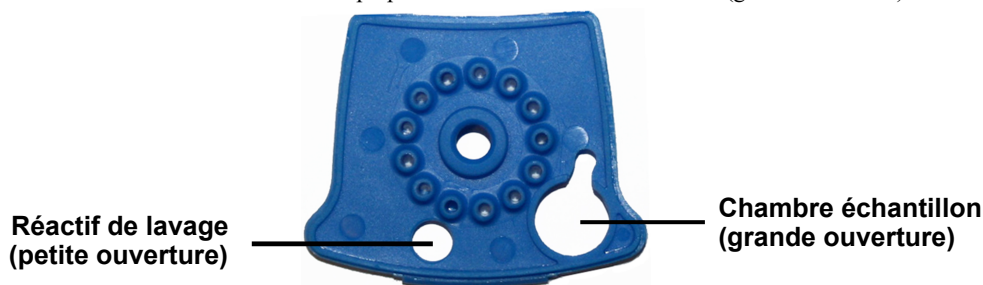

Figure 1. Xpert BCR-ABL Ultra p190 Cartouche (vue de dessus)
3. Soulever son couvercle et transférer la totalité du contenu de l'ampoule de réactif de lavage (1) dans la chambre de réactif de lavage (petite ouverture). Voir Figure 1.
4. Pipeter le contenu tout entier de l'échantillon préparé dans la chambre à échantillon (grande ouverture). Voir Figure 1.